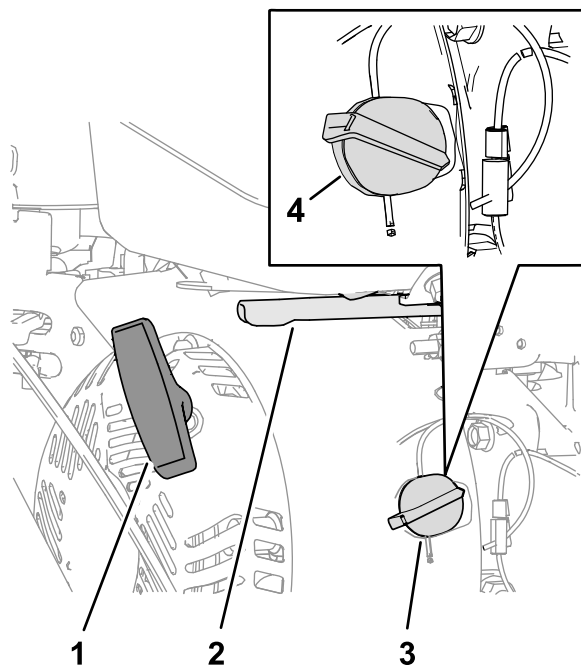

Figura 12
1. En el lado derecho del motor, gire el interruptor de encendido/apagado del motor en sentido horario a la posición de ENCENDIDO (Figura 12).
3. Mueva el acelerador a un punto intermedio entre las posiciones de LENTO y RÁPIDO, situadas en el lado trasero derecho del motor (Figura 12).
4. Tire lentamente del arrancador de retroceso del motor hasta que note resistencia, luego deje de tirar (Figura 12).
2. Mueva el acelerador a un punto intermedio entre las posiciones de LENTO y RÁPIDO (Figura 12).
3. Deje el motor en marcha durante un mínimo de 15 segundos, luego gire el interruptor de encendido/apagado del motor a la posición de APAGADO para parar el motor (Figura 12).